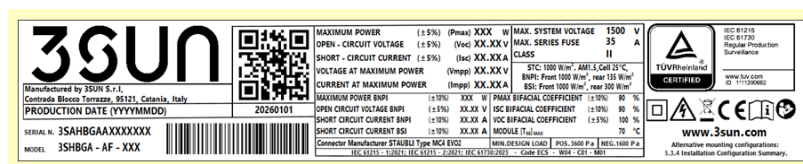

Figura 6 : esempio di etichetta di alimentazione del modulo
2. Etichetta potenza nominale: posta sul retro del modulo in prossimità delle scatole di derivazione, contenente la data e il luogo di produzione, il numero di serie del prodotto, il codice a barre, un codice QR, la classe di corrente, il codice del prodotto, la potenza nominale, la corrente e la tensione, la tensione a vuoto, la corrente di cortocircuito, la tensione massima del sistema e i principali certificati (Figura 6).